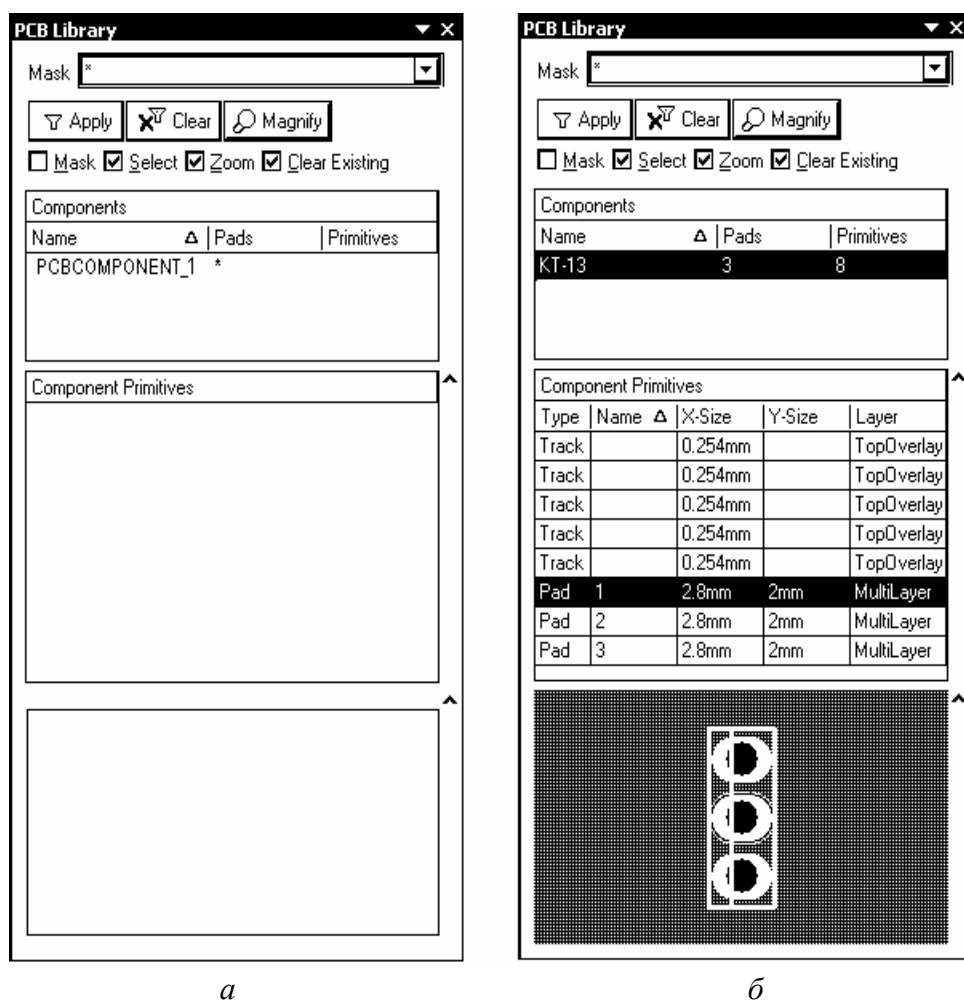

Рис. 3.10
3. Щелчком мыши на закладке PCB в строке статуса и выбором в выпадающем меню команды PCB Library активизировать плавающую панель редактирования ТПМ (рис. 3.10, а).
4. Вычертить прямоугольник размерами 3×7,5 мм, с центром симметрии в точке расположения КП коллектора (средняя КП из трех). Затем прочертить линию фаски с отступом на 1 мм от левого края контура. Информация о геометрии контуров сформированного ТПМ и контактных площадках отображается в полях плавающей панели PCB Library (см. рис. 3.10, б).